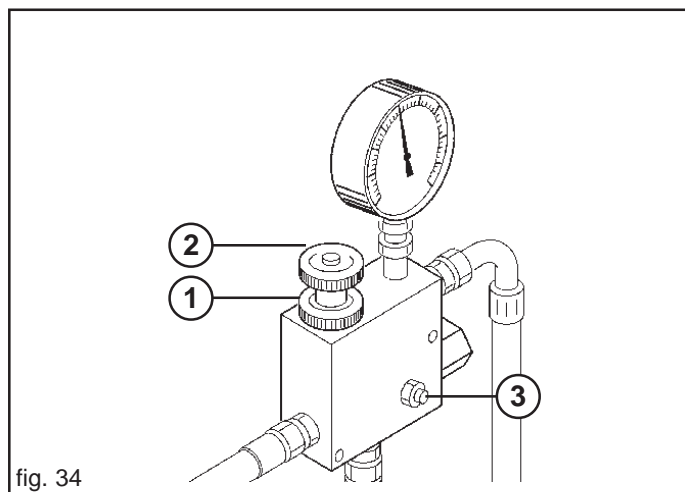

fig. 34
Si vous voulez augmenter la vitesse de rotation de la turbine pour l'engrais plus lourdes agir avec grande prudence en opérant comme suit (Fig. 34):
- b) desserrer le volant (1, Fig. 34);
- c) tourner en sens horaire ou contraire le volant (2, Fig. 34) pour diminuer ou augmenter la pression et par conséquent le nombre de tours de la turbine.